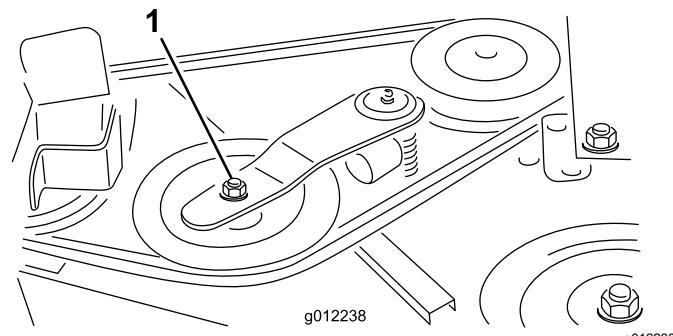
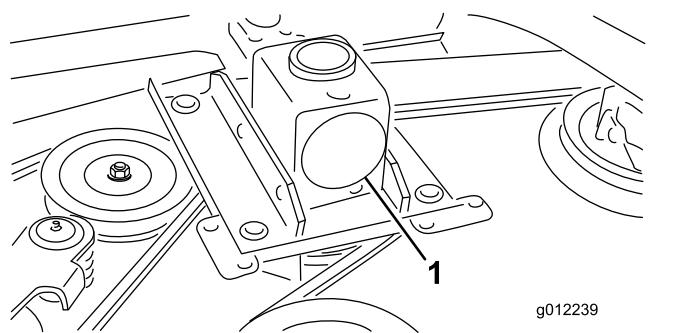

Bild 30
Bild 31
2. Schieben Sie die Spannscheibe mit einem Drehmomentschlüssel oder einem ähnlichen Werkzeug (Bild 30) vom Treibriemen und lassen Sie den Riemen von der Getriebespansscheibe rutschen (Bild 31).